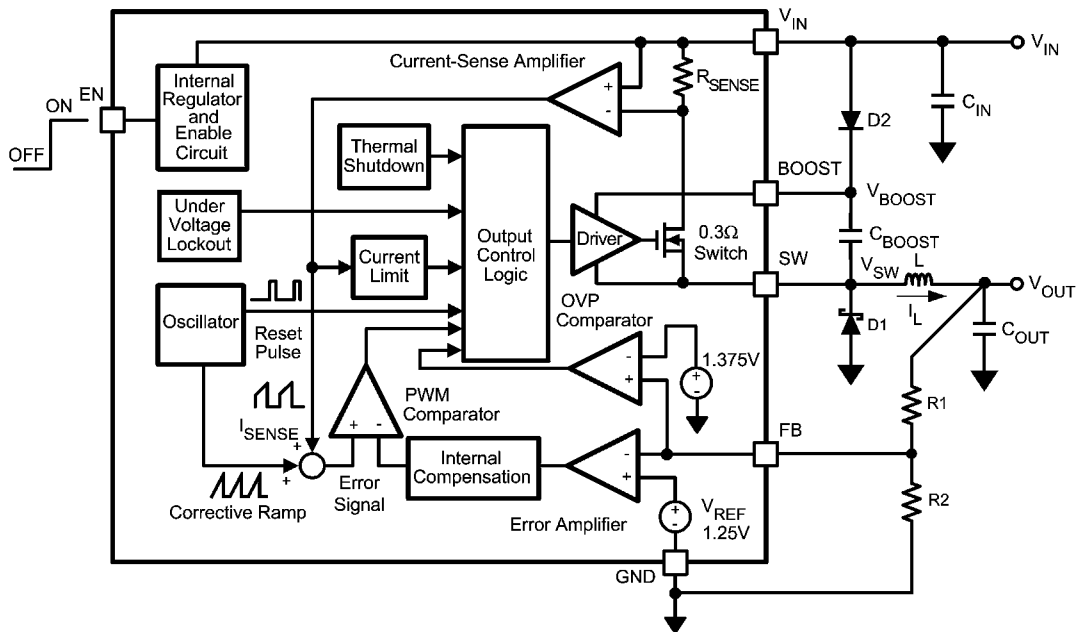
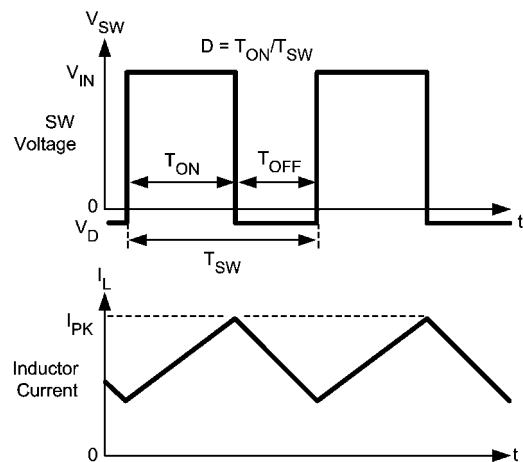

FIGURE 1.
FIGURE 2. LM2736 Waveforms of SW Pin Voltage and Inductor Current
以下に述べる LM2736 の動作説明では、単純化したブロック図 (Figure 1) と動作波形 (Figure 2) を参照します。LM2736 は、内蔵 NMOS 制御スイッチをデューティ・サイクルを変えながら一定の周波数でスイッチングして、レギュレートされた出力電圧を外部に供給します。スイッチング・サイクルは内部発振器が生成するリセット・パルスの立ち上がりエッジで始まります。このパルスが LOW になると出力制御論理が内蔵 NMOS 制御スイッチをオンにします。オンの間、SW ピン電圧 (V_{SW}) はおよそ V_{IN} まで振幅し、またインダクタ電流 (I_L) は直線的な傾きで増加していきます。 I_L は、スイッチ電流に比例した出力を生む電流センス・アンプによって計測されます。センス信号はレギュレータの調整ランプ信号が加算され、帰還電圧と V_{REF} 電圧の差に比例したエラー・アンプ出力と比較されます。PWM コンパレータ出力が HIGH になると、次のスイッチング・サイクルが始まるまで出力スイッチはオフになります。スイッチオフ期間中、インダクタ電流は、キャッチ・ダイオードの順方向電圧 (V_D) によって SW ピン電圧をグラウンド電圧以下に振幅させるショットキ・ダイオード D1 を通じて放電されます。レギュレータ・ループはデューティ・サイクル (D) を調整して一定の出力電圧を維持します。
Figure 1 に示す簡略化したブロック図で、コンデンサ C_{BOOST} とダイオード D2 は NMOS スイッチのゲート駆動電流を供給します。コンデンサ C_{BOOST} はダイオード D2 を介して V_{IN} によって充電されます。通常のスイッチング・サイクルで内部 NMOS 制御スイッチがオフのとき (T_{OFF}) (Figure 2 参照)、V_{BOOST} は V_{IN} から D2 の順方向電圧 (V_{FD2}) を引いた電圧となり、その間インダクタ (L) 内の電流がショットキ・ダイオード D1 を順方向にバイアス (V_{FD1}) します。以上から C_{BOOST} の両端電圧は、